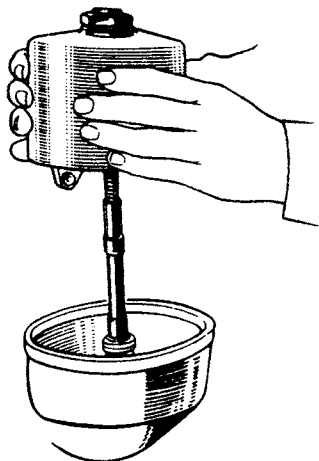

Рис. 54. Снятие ротора.
2. Отвернуть гайку крепления ротора, снять упорную шайбу и ротор в сборе (рис. 54).